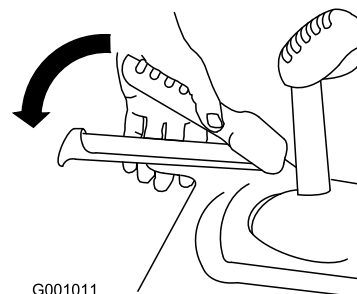

Рисунок 27
1. Для включения привода тяги прижмите левый рычаг (тяги) к рукоятке (Рисунок 27).